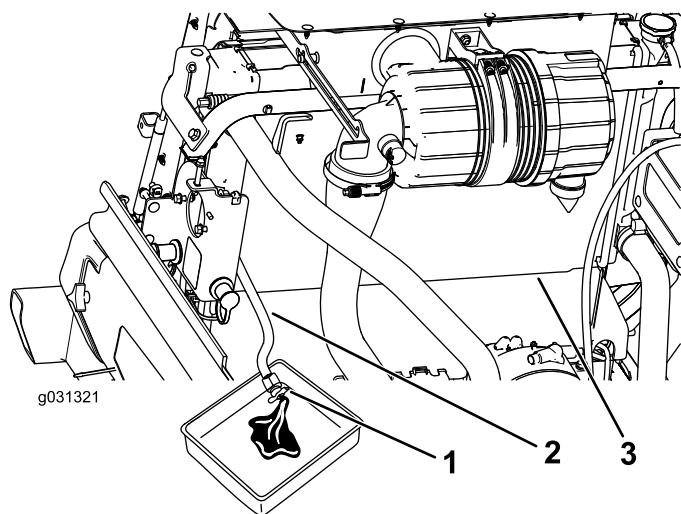

Figure 123
3. Placez le flexible de vidange du radiateur dans un bac de vidange, ouvrez le robinet de vidange sur le flexible de radiateur et vidangez le liquide dans le bac (Figure 123).
4. Fermez le robinet de vidange sur le flexible de vidange (Figure 123).